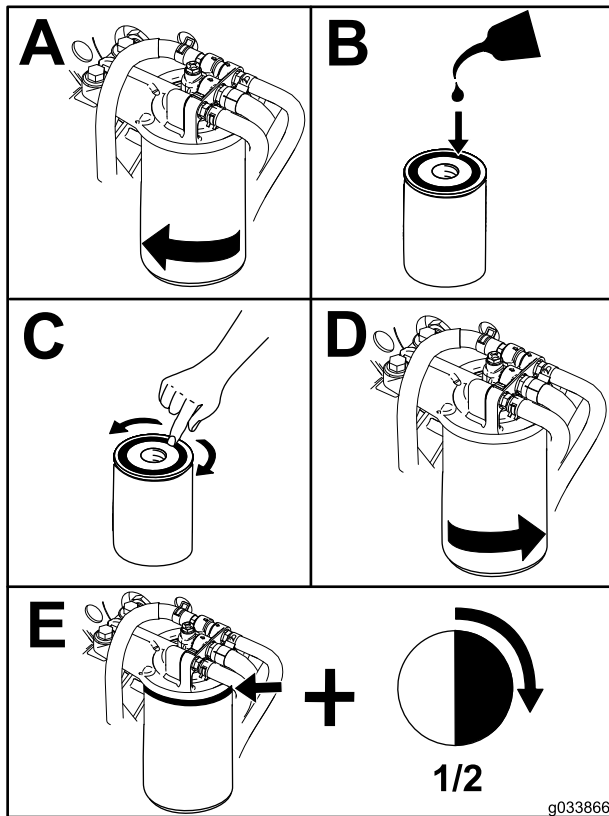

Figure 76
1. Nettoyez la surface autour de la tête du filtre (Figure 76).